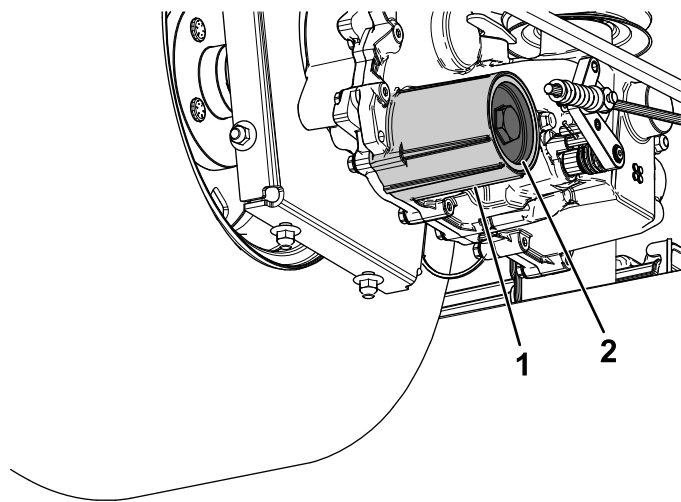

Figura 69
7. Remova a cobertura do filtro do fluido hidráulico do eixo da transmissão para drenar o fluido (Figura 69).